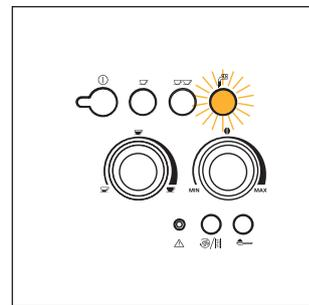

Abb.22
- Ein leeres Gefäß unter den Milchaufschäumer stellen (Abb. 3). Den Dampfdruckknopf um eine halbe Umdrehung nach links bis zum Anschlag drehen (die Kontrollanzeige  blinkt auf, Abb. 22). Lassen Sie nun einige Sekunden lang das Wasser zusammen mit dem Dampf herauslaufen, bis nur noch Dampf austritt.